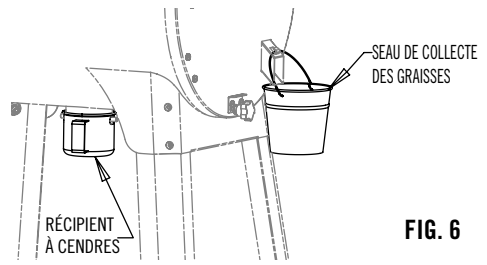

FIG. 6
- Suspendre le seau de collecte des graisses à son conduit d'évacuation comme indiqué à la Fig. 6.
- Monter le récipient à cendres comme indiqué à la Fig. 6. Ne jamais utiliser le barbecue sans y monter le récipient à cendres.